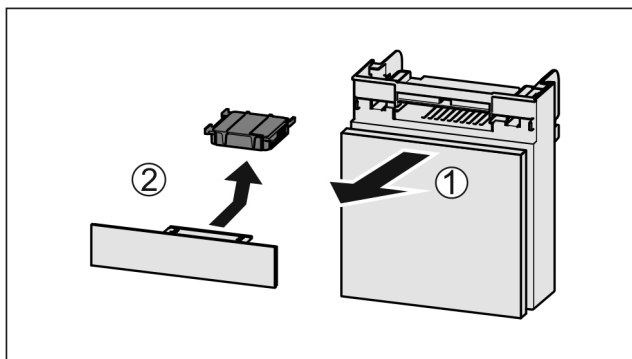

Fig. 52
- ▶ Zásuvku vytáhněte dopředu Fig. 52 (1).
- ▶ Filtr s aktivním uhlím vyjměte Fig. 52 (2).